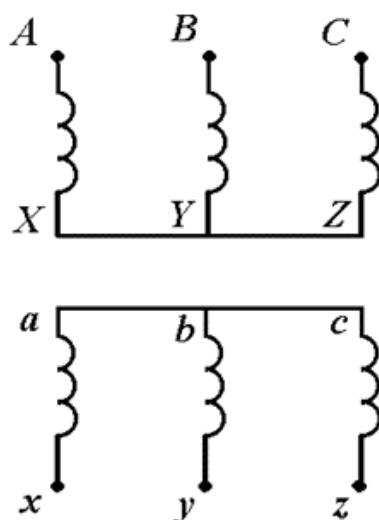

Рисунок 2 – Схема соединения обмоток трансформатора.
1. Подключите катушку AX трехфазного трансформатора к фазному напряжению  $U_{\phi} = 127 \text{ В}$  (рисунок 2).